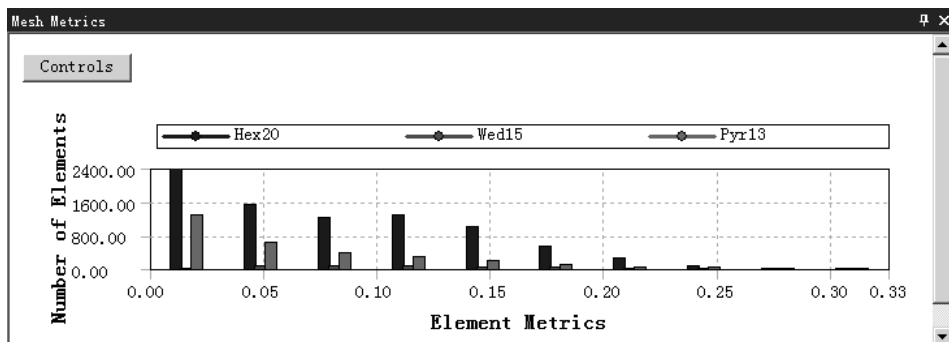

图 5.4.15 检查结果统计图表（四）
- ◆ 翘曲因子（Warping Factor）。Warping Factor 用于评估或计算四边形壳单元、带有四边形面的块单元(楔形单元及金字塔单元)等，高扭曲系数表明单元控制方程不能较好地控制单元，需重新划分。选择此选项后，在信息栏中打开图 5.4.15 所示的检查结果统计图表（四）。